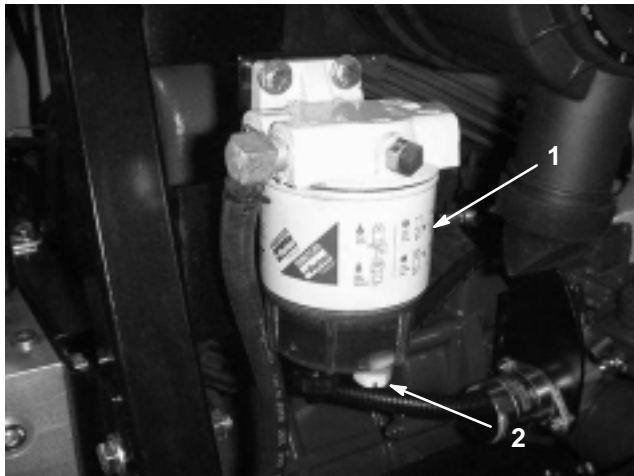

Bild 33
Entleeren Sie Wasser und andere Fremdstoffe täglich aus dem Wasserabscheider (Bild 33).
2. Lockern Sie die Ablassschraube an der Unterseite der Filterglocke (Bild 33). Ziehen Sie anschließend die Ablassschraube wieder fest.